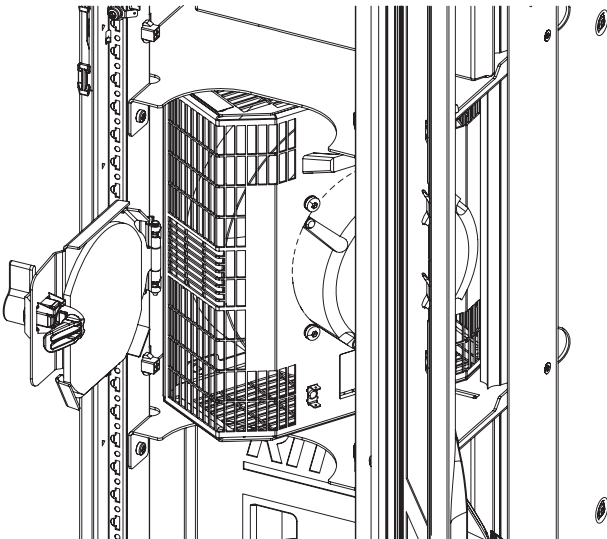

Fig. 48 : module de ventilation tourné dans son logement
- Tournez le module ventilateur de 90° dans son logement à tiroir dans le sens antihoraire (fig. 48).